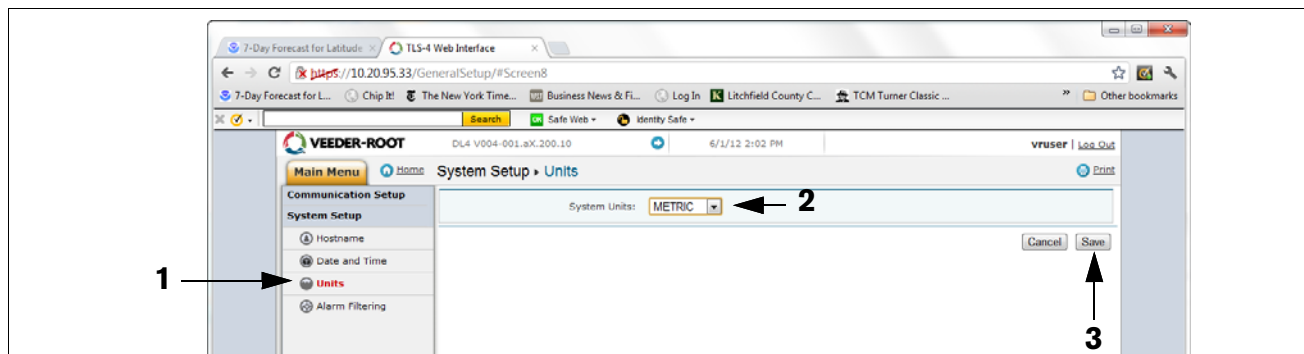

Figure B-12. Sélection des unités du système
14. Depuis le menu Configuration du système, cliquez sur la page Unités (1), sélectionnez les unités souhaitées (2), cliquez sur Enregistrer (3) (voir l'exemple à la Figure B-12).